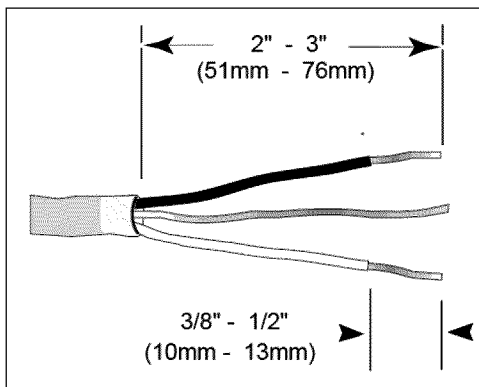
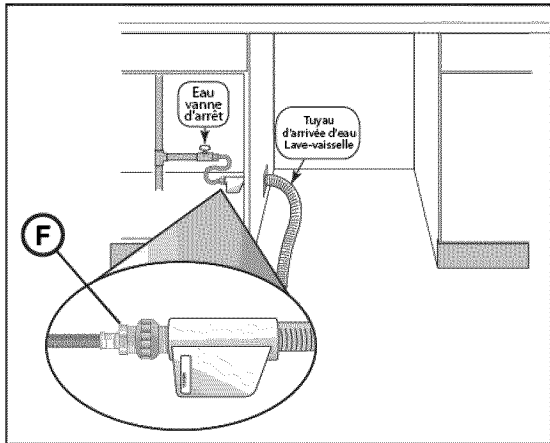

Figure 7
Figure 8
2. Enlever 2 à 3 po (51 à 76 mm) de la gaine extérieure du câble d'alimentation résidentiel ou in-situ comme indiqué sur la **Figure 8**. Enlever 3/8 à 1/2 po (10 à 13 mm) de l'isolant de chaque fil comme indiqué sur la **Figure 7**.
3. Introduire le fil de cuivre dénudé ou vert (mise à la terre) sur le conducteur de terre « G » du bloc de bornes et visser solidement la vis du bornier (voir **Figure 7**).
1. Brancher le raccord d'adaptateur (F) d'alimentation d'eau, qui se trouve dans le sachet contenant les pièces, sur le tuyau d'alimentation du lave-vaisselle. Ce raccord ne nécessite pas l'emploi d'un ruban d'étanchéité en Téflon.
**REMARQUE :** l'extrémité du tuyau d'alimentation du lave-vaisselle est lourde et doit être supportée. Il convient de déposer l'extrémité du tuyau sur le plancher de l'armoire comme indiqué sur la Figure 8.